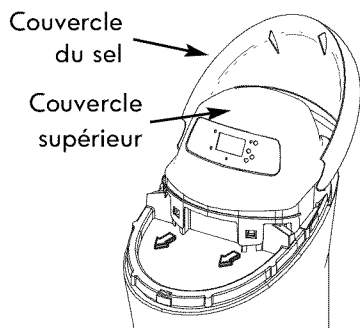

Figure 3
4. Retirez le couvercle supérieur. Enlevez d'abord le couvercle du sel, puis tirez vers l'extérieur sur les deux languettes pour dégager le couvercle (voir figure 3). Mettez les couvercles de côté afin de ne pas les égratigner ni les briser.
Une fois l'adoucisseur installé, remplacez les couvercles. Inclinez les couvercles de sorte que le couvercle supérieur s'engage d'abord à l'arrière, puis abaissez l'avant et emboîtez-le sur les onglets à l'intérieur du contour et refermez le couvercle du compartiment de sel (voir figure 3).